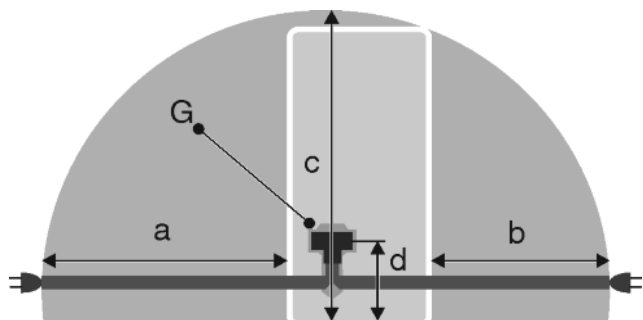

Fig. 20
- Zásuvka sa nachádza mimo oblasti zadnej strany zariadenia v uvedenej oblasti Fig. 20 (a, b, c).
- ▶ Zástrčku zariadenia Fig. 20 (G) zastrčte na zadnej strane zariadenia. Dbajte na správne zaklapnutie.